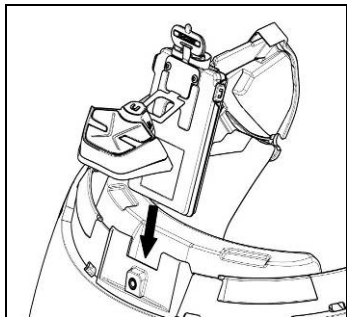

Fig. 6
- Sæt systemet ind i det relevante sæde bag på styrhjelm, og tryk det ned i bund i rilleskæringen (Fig. 6).